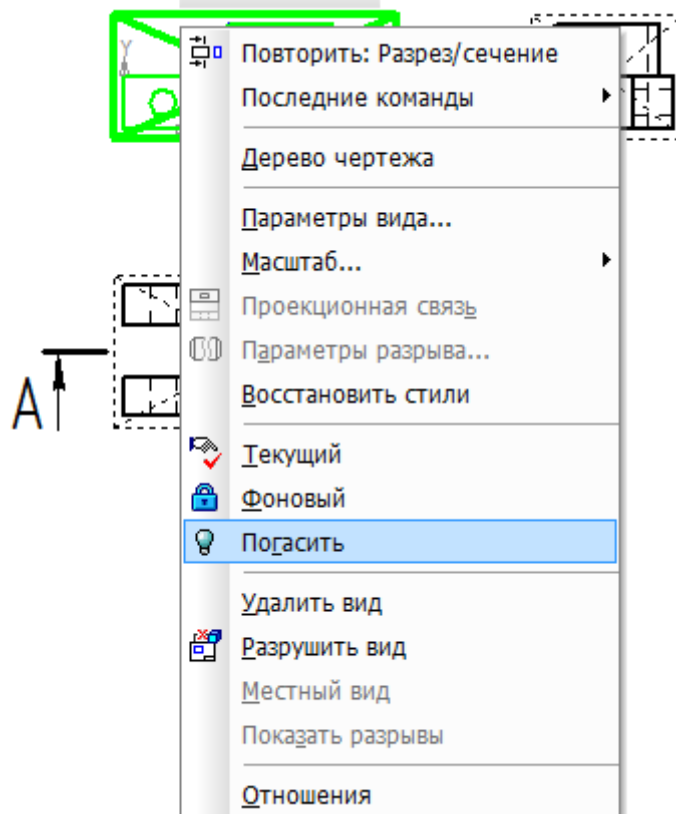

Рис. 9
- на разрезе контур детали, расположенный до плоскости сечения, не изображается. Выделите ЛКМ главный вид и щелчком ПКЛ вызовите контекстное меню, из которого выберите **Погасить** (рис. 9).